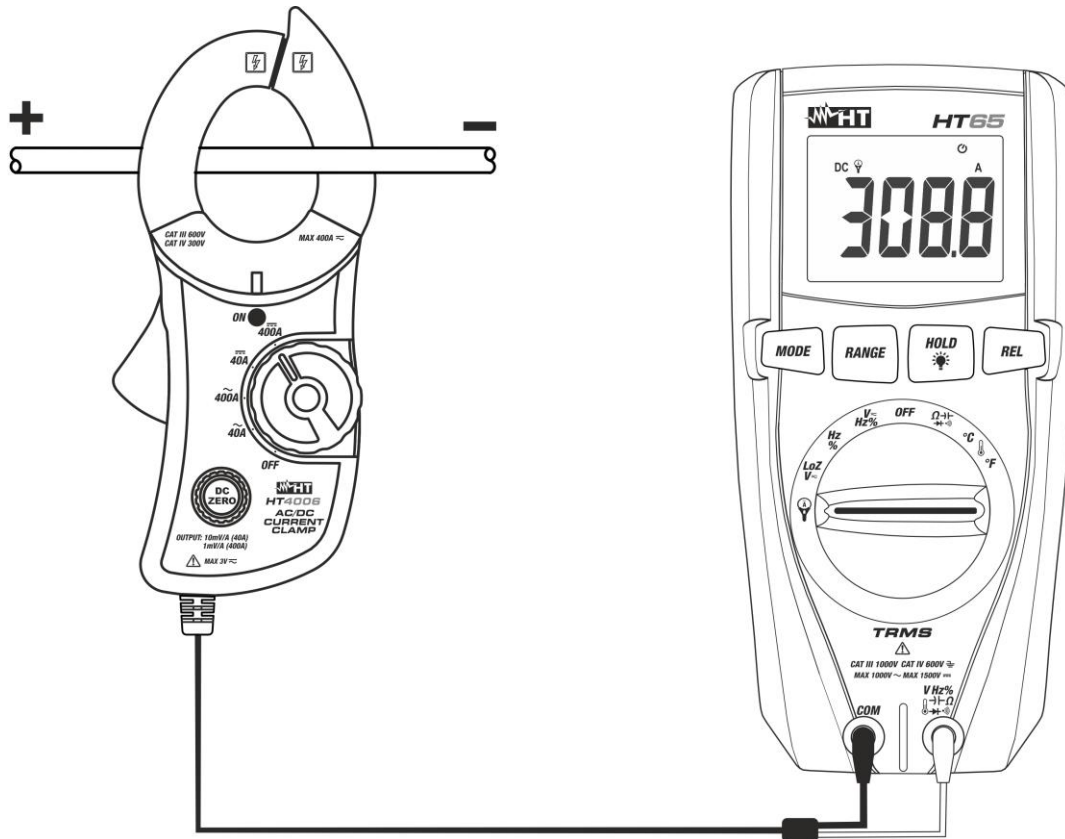

Abb. 10: Verwendung des Messgerätes für die DC Strommessung mit Stromwandler
5. Legen Sie das Kabel in den Stromwandler (siehe Abb. 10). Der gemessene Stromwert erscheint auf dem Display
7. Das Symbol "**-**" auf dem Display des Gerätes gibt an, dass die Strom die umgekehrte Richtung mit Bezug auf den Anschluss in Abb. 10 hat
4. Legen Sie das Kabel in den Stromwandler (siehe Abb. 10). Der gemessene Stromwert erscheint auf dem Display